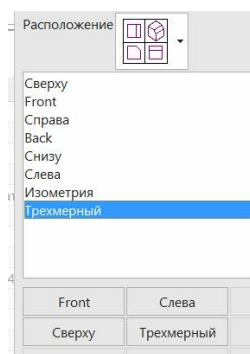

рис.108
- После этого вам придется выбрать – в каких частях экрана вы расположите виды «Front», «Сверху», «Слева» (рис.108). Наверное, вы будете придерживаться *русской схемы расположения* этих видов, а не *американской*.